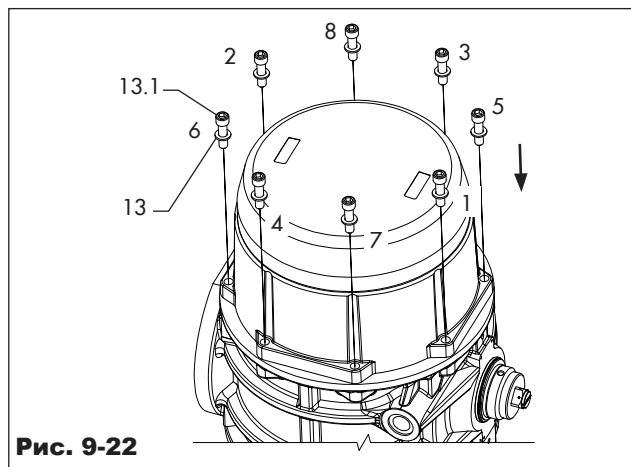

Рис. 9-22
- Закрепите торцевую крышку (30), частично затянув винты (13), на 1 оборот за раз, следуя последовательности, указанной на рис. 9-22.
- ➔ Соблюдайте последовательность, показанную на рис. 9-22.
- Завершите затяжку винтов (13) торцевой крышки, затягивая каждый винт на 1 оборот за раз в последовательности, показанной на рис. 9-22.